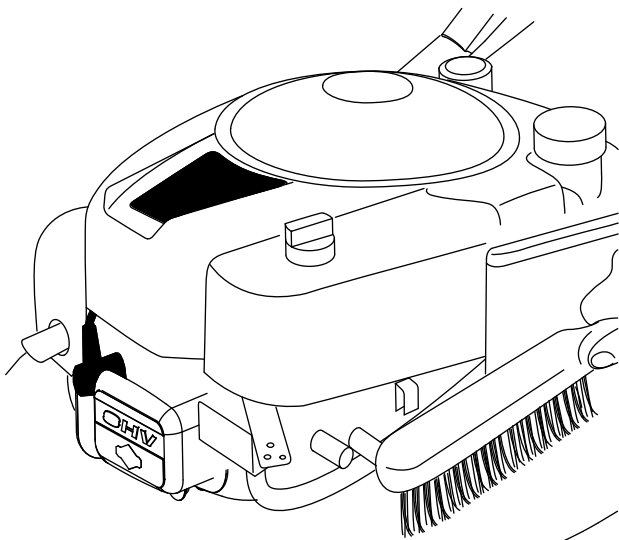

Figure 28
- À l'aide d'une brosse ou d'air comprimé, nettoyez toute l'herbe et les débris éventuellement présents sur le moteur et notamment l'échappement/la protection d'échappement, les ouïes d'aération du capot supérieur et les surfaces du plateau de coupe avoisinantes (Figure 28).